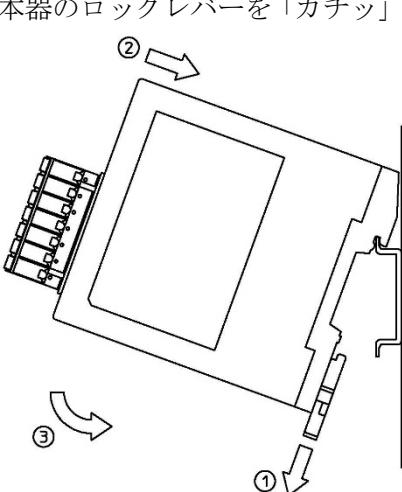

図 2.2-3
(2) 本器のロックレバーを「カチッ」と音がするまで押し上げます(④)。(図 2.2-3)